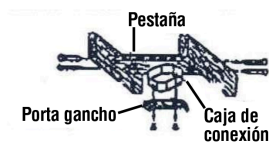

FIGURA 1
1. Mediante dos tornillos, fijar el sistema de anclaje (Figura 1)